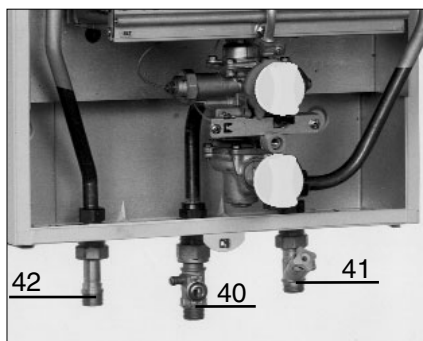

Fig.9
Gaz naturel (fig. 9) :
2) Raccordements eau froide-eau chaude (fig.9)